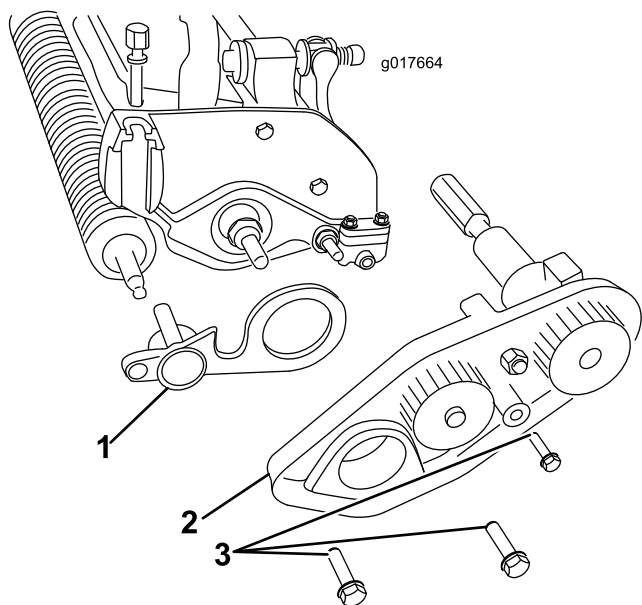

图5
10. 卸下将皮带驱动组件固定至滚刀组的3个螺栓拆下整个组件图5。
21. 将疏草刀轴的另一端插入左侧支撑板 图5。
22. 使用之前卸下的螺栓安装滚刀皮带驱动组件确保侧板可以自由旋转 图5。